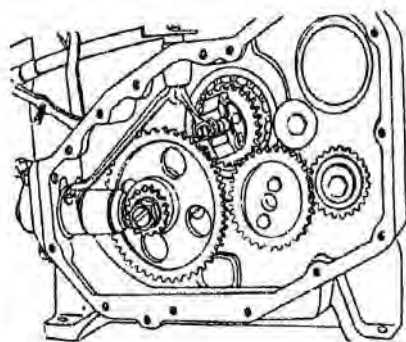

рис. 6
2. При установке коленчатого вала, маховикового уравнивающего механизма и распределительного вала на блок цилиндра, абсолютно необходимо, чтобы метки на всех шестернях были совмещены друг с другом, как показано на Рис. 6.